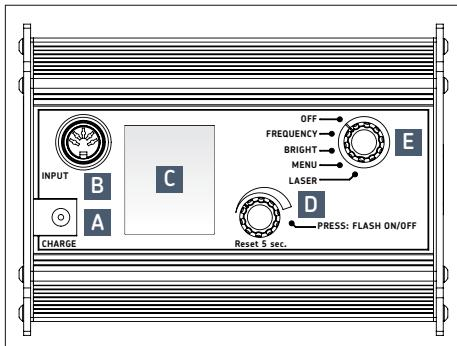

Fig.1 – Stroboscope SKF TKRS 41
5.1 Connecteurs (\rightarrow fig. 1)
1. Chargez l'appareil : branchez le chargeur dans la prise CHARGE (A) à l'arrière de l'appareil (\rightarrow fig. 1).
2. Dirigez l'appareil vers un objet en mouvement et mettez-le sous tension. Tournez le commutateur sélecteur (E) d'un cran vers la gauche sur la position « FREQUENCY ».